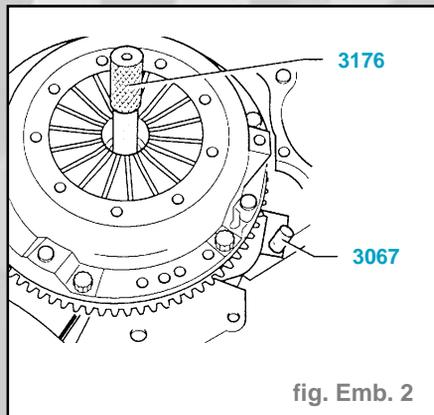

fig. Emb. 2
- Centrer le disque avec l'outil **3176** (fig. Emb. 2).